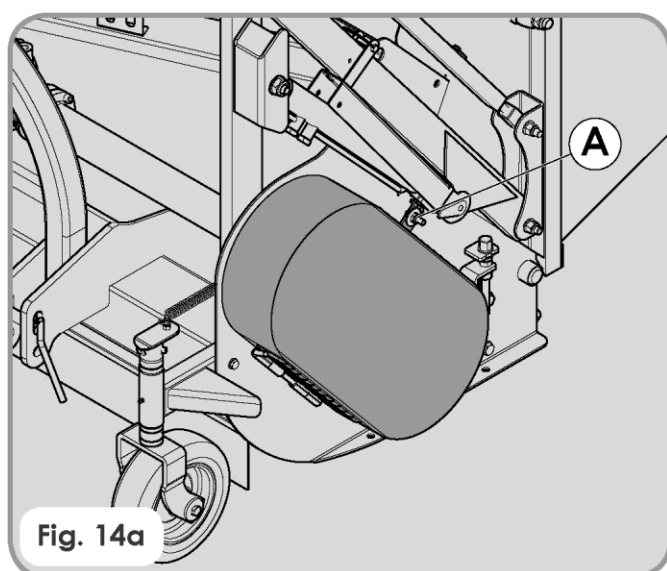

Fig. 14a
- 1 - Verwijder de beschermkap, maak de bout (A) los (fig. 14a).
Verwijder de beschermkap van de riemen (**rys. 14a**).